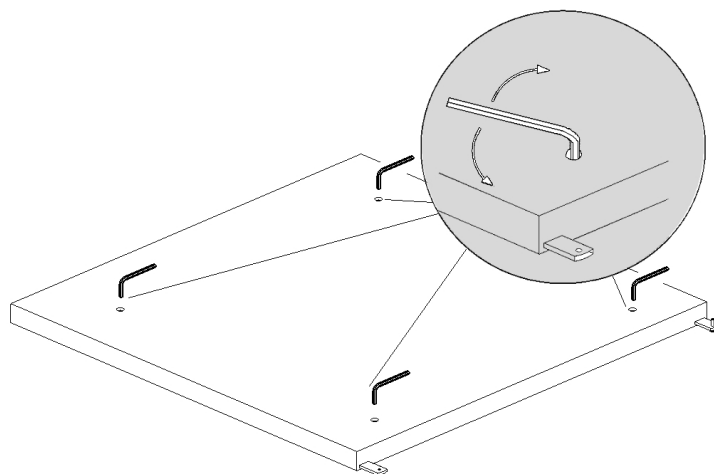

Fig. 2
- Collocare il **pannello del fondo** per terra e livellarlo (Fig.2);